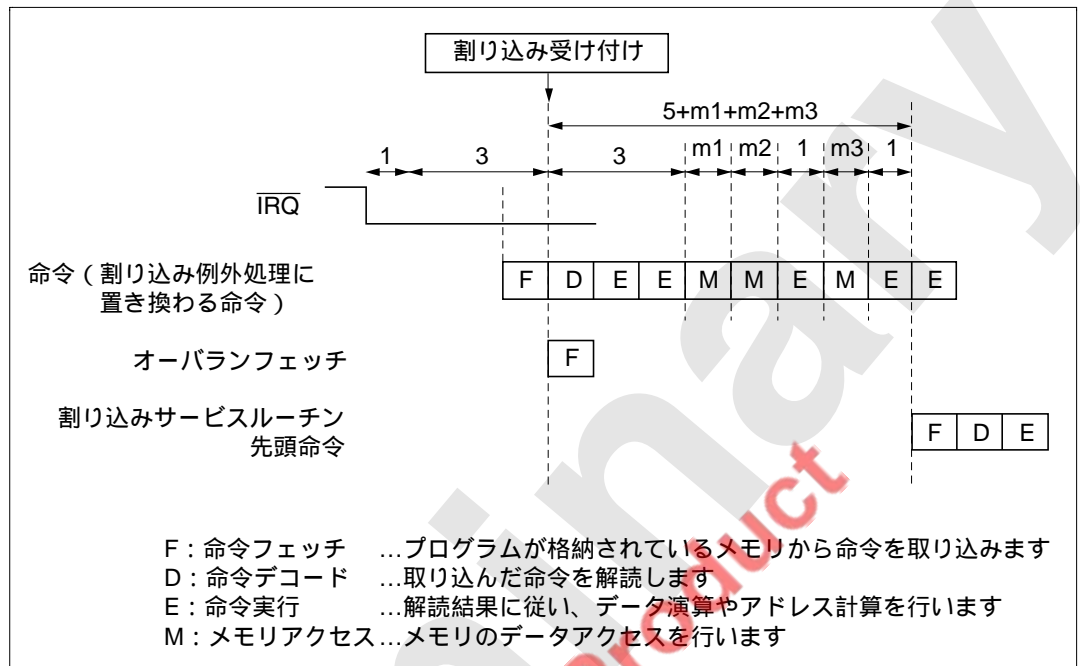

図 6.4 IRQ 割り込みを受け付けるときのパイプライン動作例
- (1) 割り込みコントローラに対して、各割り込み要求元から割り込み要求信号が送られます。
- (2) 割り込みコントローラでは、送られた割り込み要求の中から、割り込み優先レベル設定レジスタ A~H (IPRA ~ IPRH) に従って最も優先順位の高い割り込みが選択され、それより優先順位の低い割り込みは無視*されます。このとき、同一優先順位に設定された割り込み、または同一モジュール内の割り込みが複数発生した場合は、表 6.3 に示す「デフォルト優先順位」と「IPR 設定単位内の優先順位」に従って、最も優先順位の高い割り込みが選択されます。
- (3) 割り込みコントローラで選択された割り込みの優先レベルと CPU のステータスレジスタ (SR) の割り込みマスクビット (I3 ~ I0) とが比較されます。I3 ~ I0 ビットに設定されているレベルと同じか低い優先レベルの割り込みは無視されます。I3 ~ I0 ビットのレベルより高い優先レベルの割り込みだけが受け付けられ、CPU へ割り込み要求信号が送られます。
- (4) 割り込みコントローラから送られた割り込み要求は、CPU が実行しようとしている命令のデコード時に検出され、その命令の実行が割り込み例外処理に置き換えられます (図 6.4 参照)。
- (5) ステータスレジスタ (SR) とプログラムカウンタ (PC) がスタックに退避されます。
- (6) SR の I3 ~ I0 ビットに、受け付けられた割り込みの優先レベルが書き込まれます。
- (7) 受け付けられた割り込みに対応する例外処理ベクタテーブルから、例外サービスルーチン開始アドレスが取り出され、そのアドレスにジャンプして、プログラムの実行が開始されます。このときのジャンプは遅延分岐ではありません。
割り込み要求が発生してから、割り込み例外処理が行われ、例外サービスルーチンの先頭命令のフェッチが開始されるまでの時間（割り込み応答時間）を表 6.5 に示します。また、IRQ 割り込みを受け付けるときのパイプライン動作例を図 6.4 に示します。